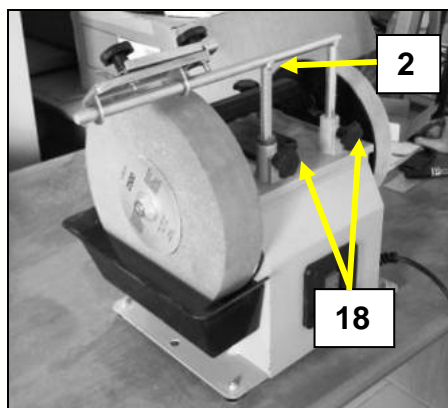
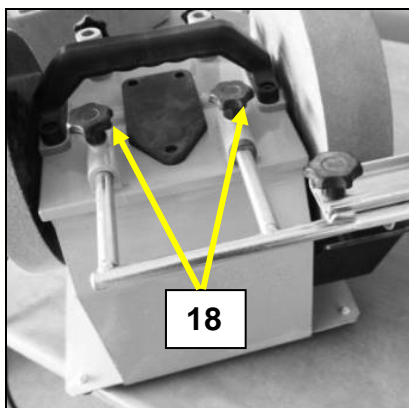
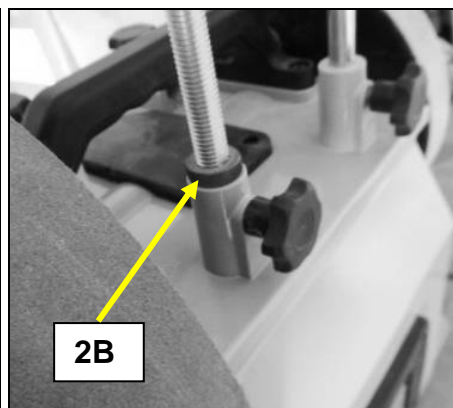

Fig 2
Fig 3
Fig 4
- Positionnez le support en F (2) dans les logements horizontaux (Fig 2) ou verticaux (Fig 3) selon votre convenance.
- Réglez le support en hauteur ou en profondeur, puis serrez-le en position avec les molettes de blocage (18).
Remarque: en position verticale (Fig 2), vous pouvez utiliser la molette de réglage (2B) pour ajuster la hauteur du support (Fig 4).